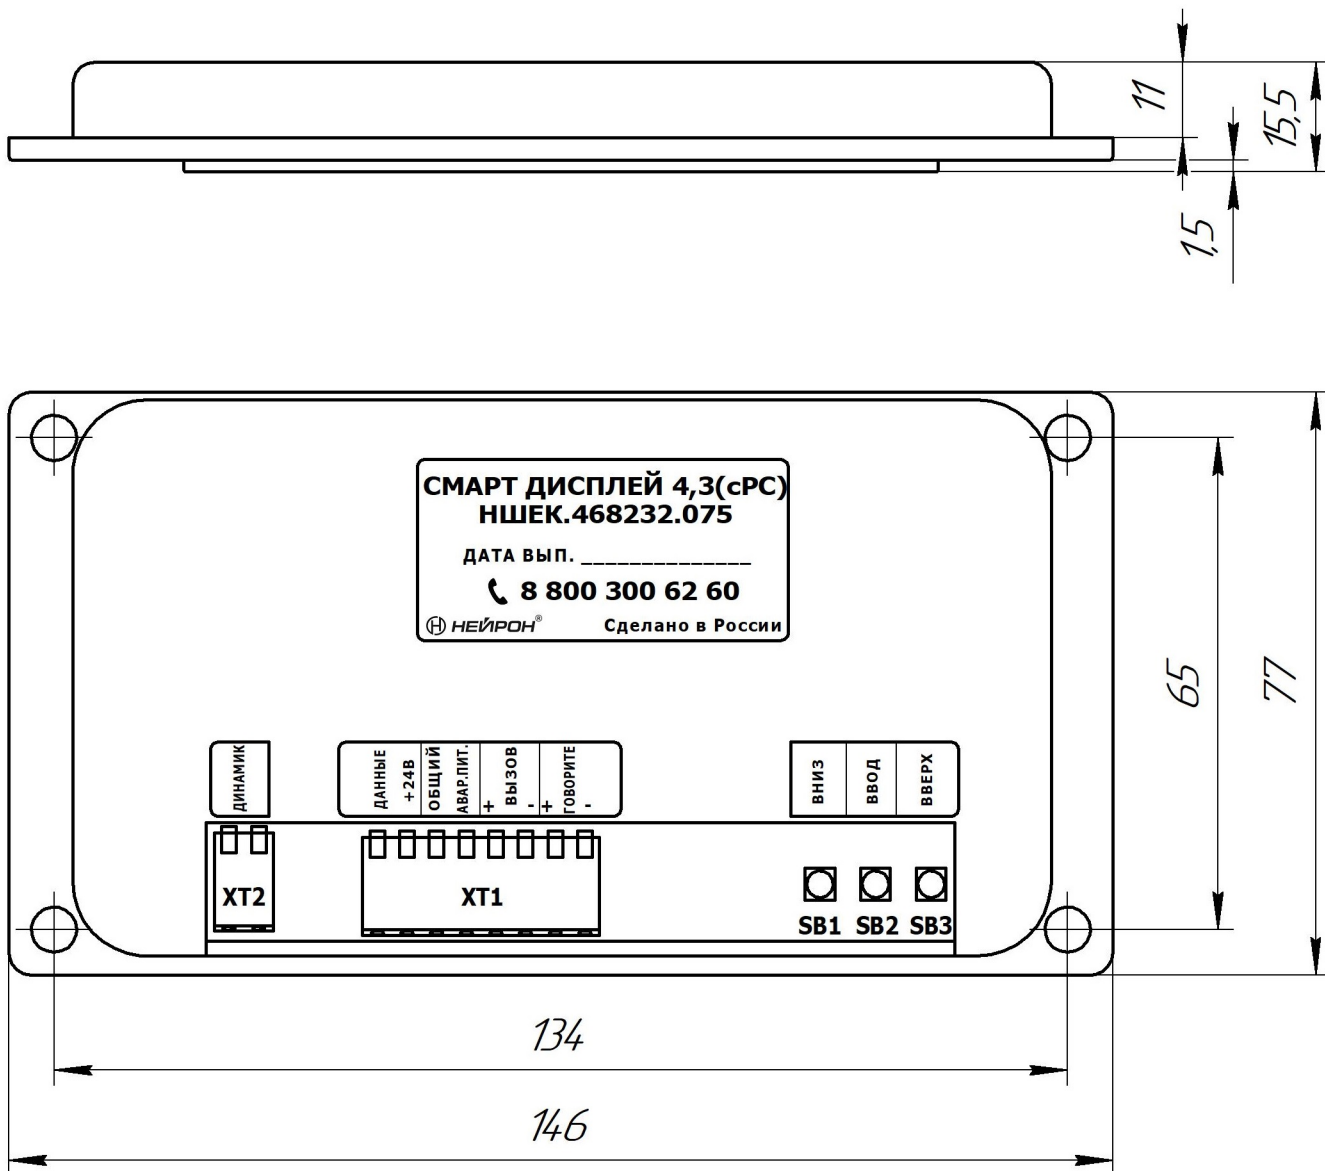
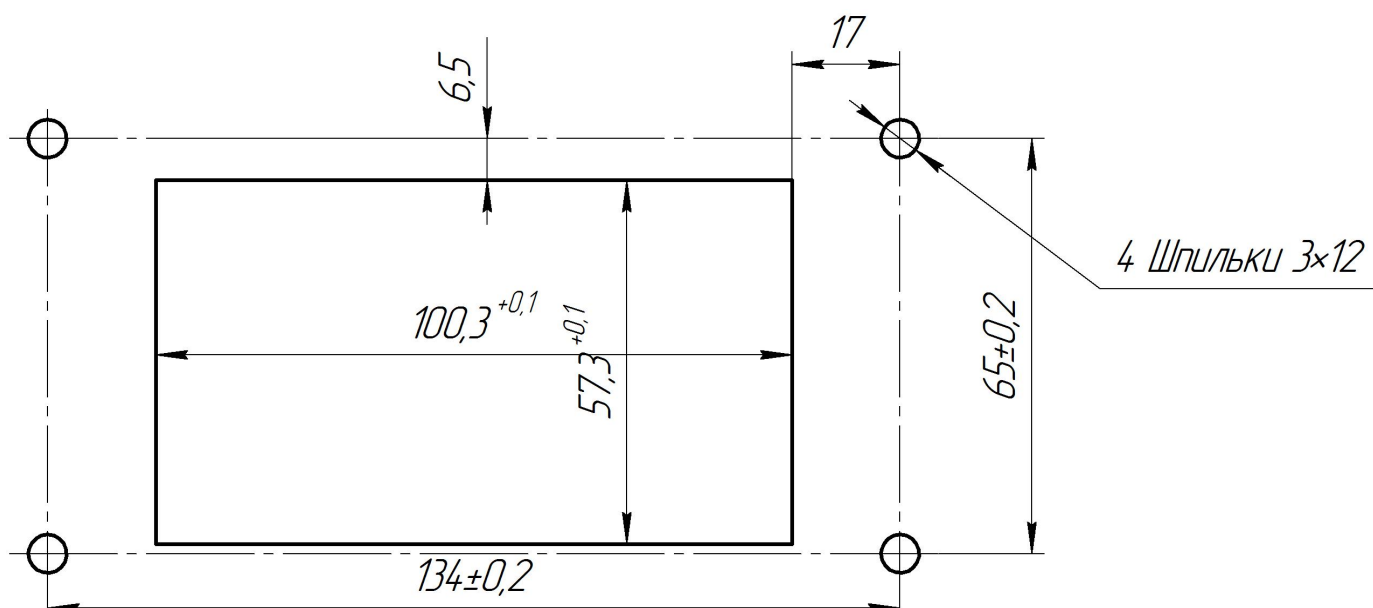

Рис.2. Габаритные и установочные размеры
Рис.3. Разметка для установки и крепления
7.1 Габаритные и установочные размеры устройства показаны на рис.2. Размеры окна в панели приказов для устройства и расстояния установочных шпилек указаны на рис.3. Устройство закрепить разъемами вниз. Установить громкоговоритель таким образом, чтобы обеспечивалась слышимость речевых сообщений в кабине лифта.